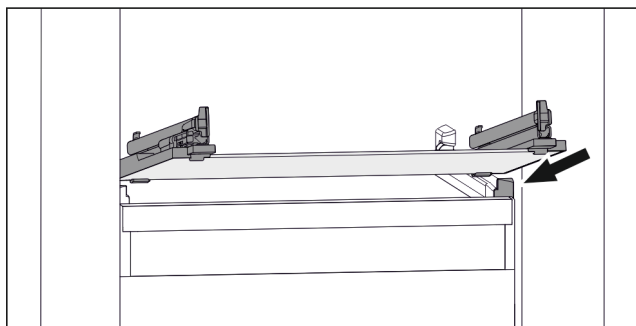

Fig. 134 Príklad zobrazenia sklenenej dosky
- ▶ Nasadte sklenenú dosku šikmo za zarážkami. (pozri Fig. 134)